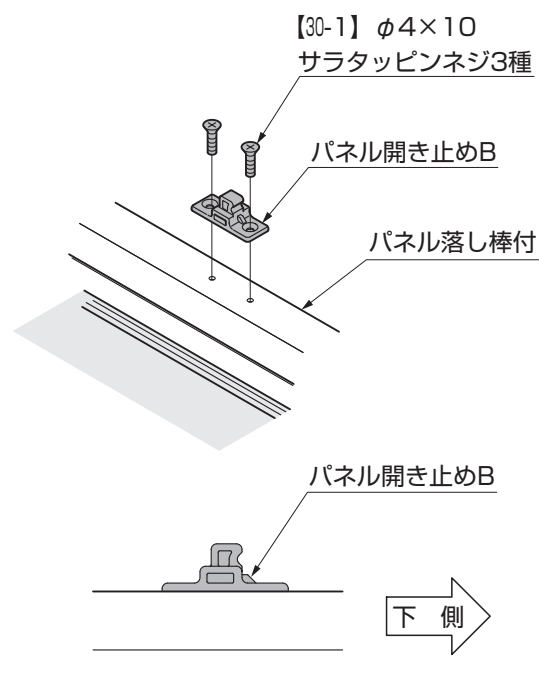

図2-6 D部詳細図
- パネル開き止めBには上下の向きがあります。(図2-6参照)